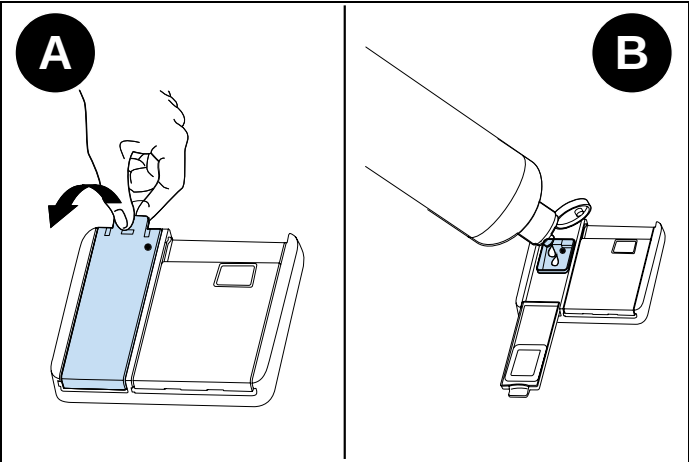

Fig. 58
- 1) Per riempire lo scomparto del brillantante, aprire il coperchio dello scomparto (Fig. 58 A).